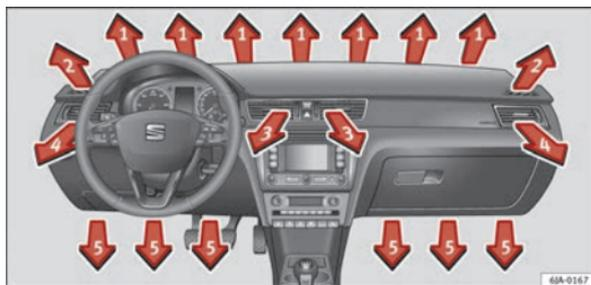
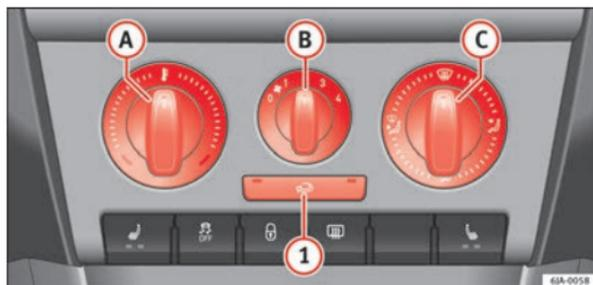

Fig. 96 Difusores de aire
Fig. 97 Calefacción: elementos de manejo
- Para variar la altura de la circulación de aire cambie la posición de mando deslizante hacia arriba o abajo ⇒ fig. 96.
La salida de aire de los difusores se ajusta con el mando ⇒ fig. 97. Los difusores 3 ⇒ fig. 96 y 4 se pueden abrir y cerrar individualmente.
- La temperatura aumenta girando el mando **A** ⇒ fig. 97 hacia la derecha.
- Conecte el ventilador girando el mando **B** ⇒ fig. 97 a las posiciones de 1 hasta 4.
- Girando el mando **C** ⇒ fig. 97 se ajusta el acceso de aire a los respectivos difusores ⇒ página 132, Difusores de aire.
Todos los elementos de manejo, salvo el mando **B** ⇒ fig. 97, se pueden colocar en cualquier posición intermedia.
- Mandos Ⓐ ⇒ fig. 97 ⇒ página 133, Ⓑ, Ⓒ y tecla ①.
- Pulse la tecla ① ⇒ fig. 97 ⇒ página 133 y el testigo dentro de la tecla se enciende.
- Pulse otra vez la tecla ① ⇒ fig. 97 ⇒ página 133 y el testigo dentro de la tecla se apaga.
Si el difusor de aire Ⓒ ⇒ fig. 97 ⇒ página 133 está en la posición la recirculación se apaga automáticamente. Pulsando la tecla puede volver a encender la recirculación de aire en esta posición. ▶